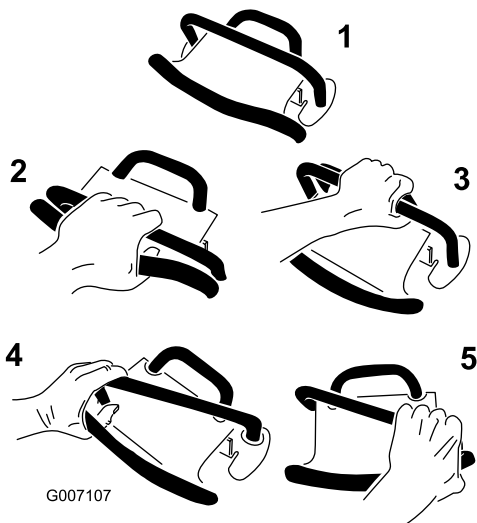

Figura 10
- Per avanzare, portare il comando della trazione in avanti (numero 2 in Figura 10).
- Per spostarsi in retromarcia, tirare indietro il comando della trazione (numero 3 in Figura 10). **Quando ci si sposta in retromarcia, controllare che dietro non vi siano ostacoli e tenere le mani sulla barra di riferimento (Figura 9).**
- Per curvare, portare il comando della trazione verso la direzione desiderata (numeri 4 e 5 in Figura 10).
- Per l'arresto, rilasciare il comando della trazione (numero 1 in Figura 10).